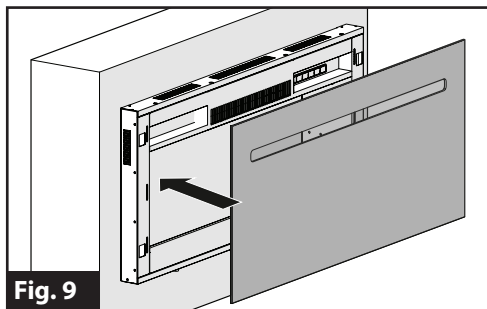

Fig. 9
6. Alinee las seis pestañas de la parte posterior de la tapa de vidrio con las ranuras de la chimenea y vuelva a colocar la tapa de vidrio en la chimenea. (Fig. 9)